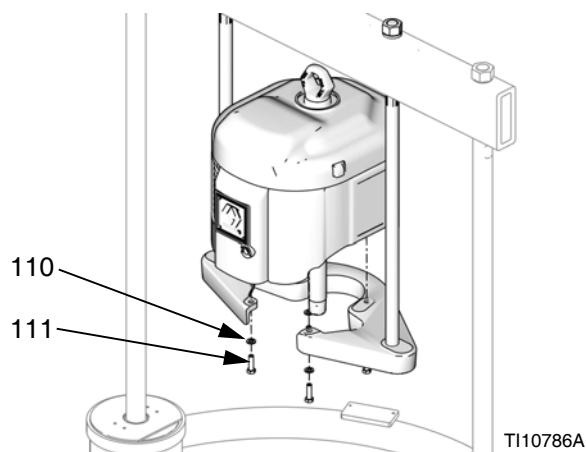

ABB. 26: NXT an D200 mit kleiner Folgeplatte
4. Befestigungsplatte (109) so positionieren, dass zwischen Oberseite des Motors und Querbalken ein Abstand bleibt. Siehe ABB. 26. Geeignetes Hebezeug verwenden, Motor unter Verwendung von Schrauben (111) und Unterlegscheiben (110) an Befestigungsplatte (109) befestigen.